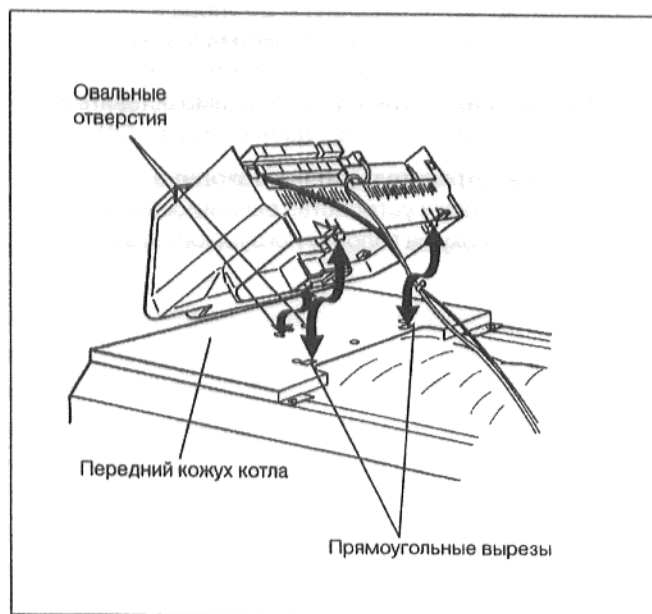

рис. 25
- Установить устройство регулирования на передний кожух таким образом, чтобы вставные крюки на нижней стороне устройства регулирования вошли спереди в овальные отверстия (рис. 25).
- Подать устройство регулирования вперед и затем сзади прижать устройство регулирования вниз, чтобы оба эластичных крюка зафиксировались в задних прямоугольных вырезах (рис. 25).